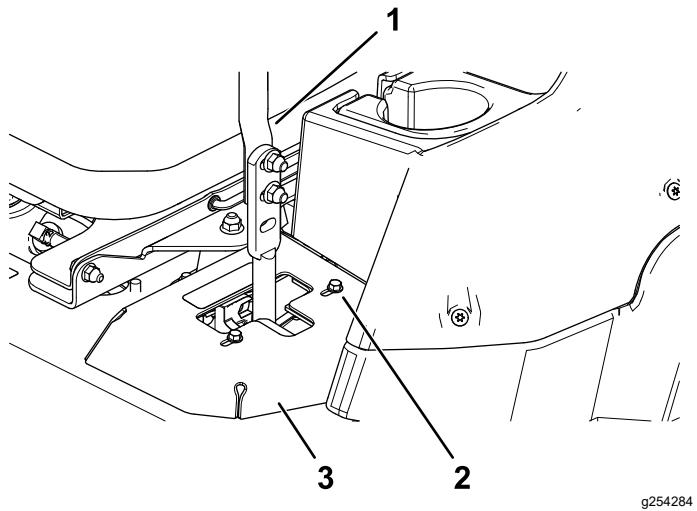

Figura 50
- Si la máquina se desvía hacia la derecha, afloje los pernos y ajuste la chapa del tope izquierdo hacia atrás en la ranura en T de la izquierda hasta que la máquina avance en línea recta (Figura 50).
- Si la máquina se desvía hacia la izquierda, afloje los pernos y ajuste la chapa del tope derecho hacia atrás en la ranura en T de la derecha hasta que la máquina avance en línea recta (Figura 50).
- Apriete la chapa del tope (Figura 50).